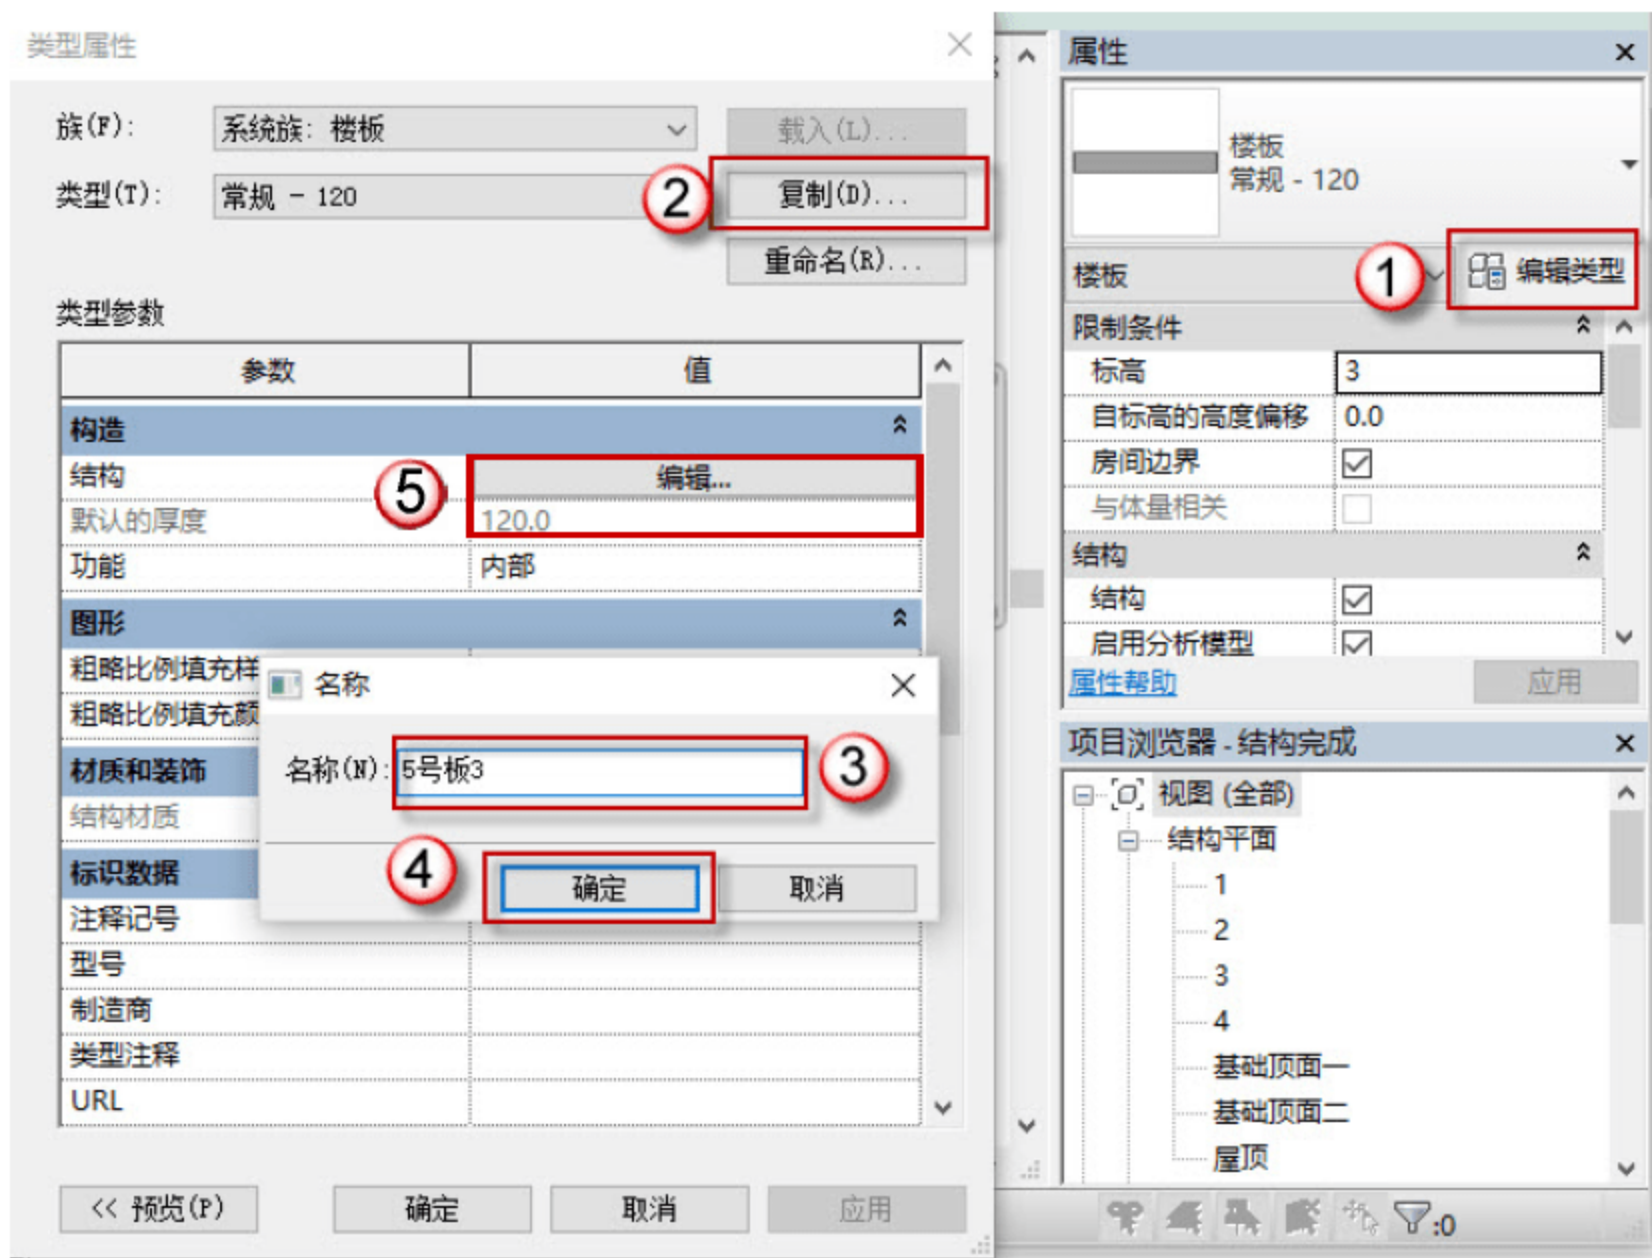

图 4.4.26 修改 5 号板
(6) 修改 5 号板, 选中 5 号板, 单击“编辑类型”按钮, 在弹出的对话框中, 单击“复制”按钮, 在弹出的对话框中命名为“5 号板 3”, 单击“确定”按钮。单击“编辑”按钮, 修改板厚为 120, 如图 4.4.26 所示。